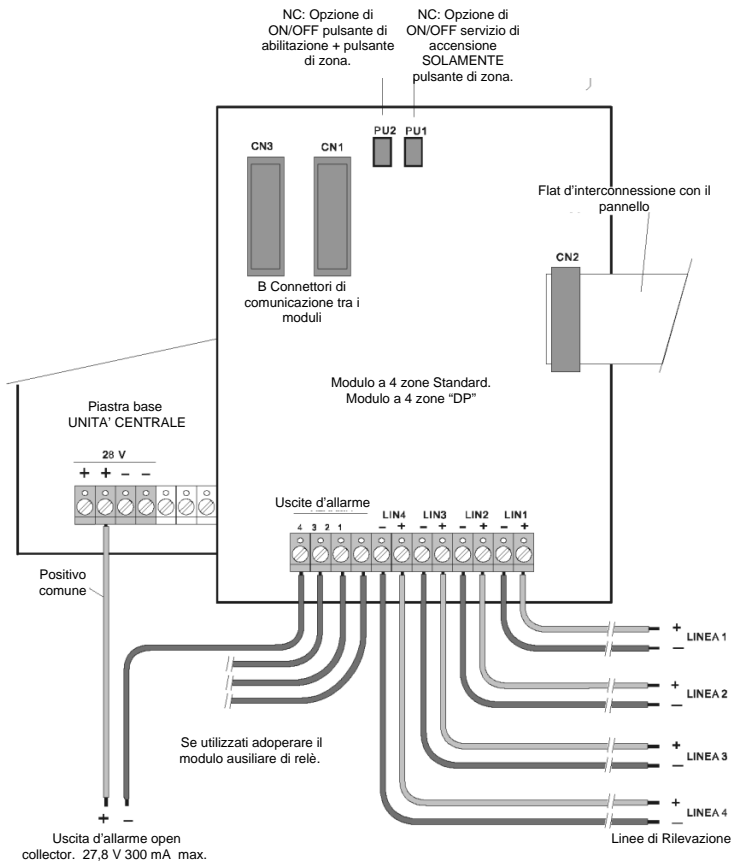

Fig. 15 Programmazione e cablaggio dei moduli a 4 zone.
Vedere la fig.15.
Vedere la fig. 15.
- Comunicare mediante questo flat **CN4** (piastra base) e **CN1** (4 zone) o **CN3** (Spegnimento). Vedere le figure 15, 16, 18, 19.
Cablare (Vedere la fig. 15).